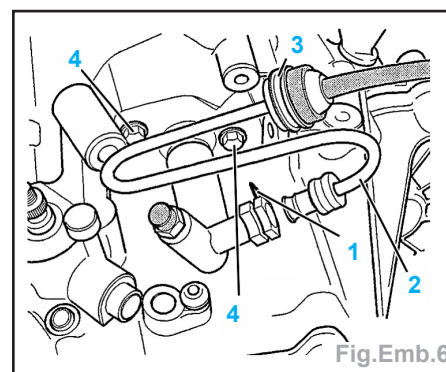

Fig.Emb.6
- Déposer l'agrafe (1) de la canalisation (2) du cylindre récepteur puis débrancher celle-ci. Prévoir l'écoulement du liquide puis l'obturation des orifices afin d'éviter l'introduction d'impuretés dans le circuit (Fig.Emb.6).
- Ecarter la canalisation (2) du support (3).
- Déposer les vis de fixation (4) du cylindre récepteur puis dégager ce dernier.